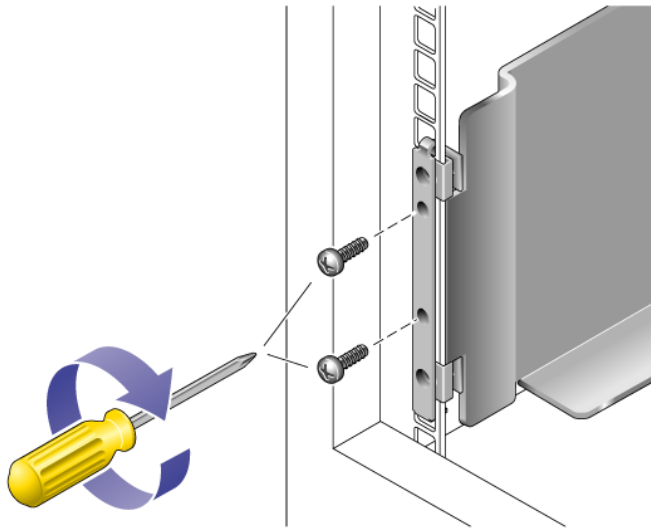

FIGURE 2-26 Fixation du rail à l'avant de l'armoire
3. À l'aide du tournevis cruciforme n° 2, introduisez et serrez deux vis 8-32 pour fixer le rail à l'avant de l'armoire (voir FIGURE 2-26).